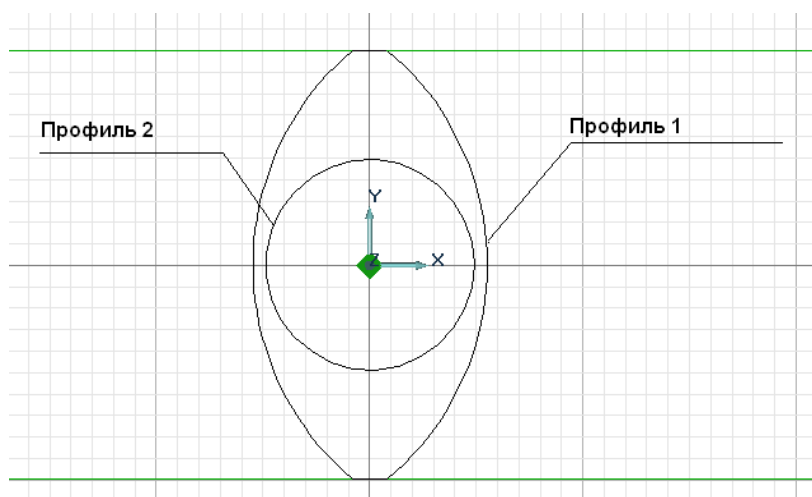

Рисунок 2.6 – Результат побудови додаткового контуру
11. Натисніть клавішу «Home», а потім <Пробел> (рис. 2.6).
2. З'явиться запит профілю. Виберіть профіль 1 (рис. 2.6) і натисніть <Enter>.
6. З'явиться запит профілю. Виберіть профіль 1 (рис. 2.6) і натисніть <Enter>.